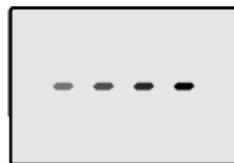

Figura 7.8
- Apague la caldera manteniendo pulsado durante 3 segundos el botón 15 (Figura 7.2) hasta que aparezca en el display LCD el símbolo  (Figura 7.8)